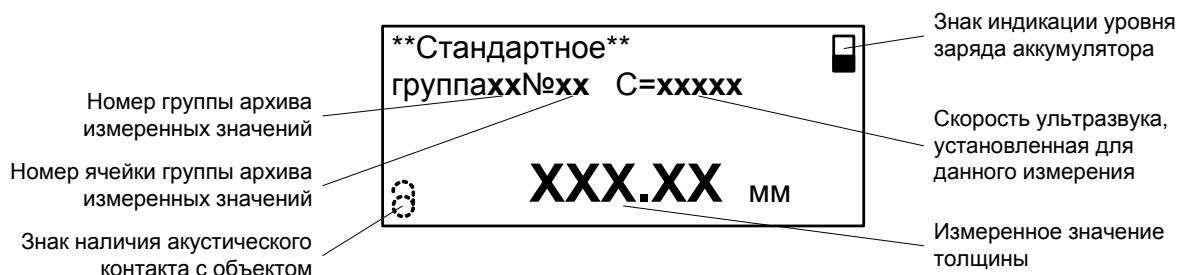

Рис. 4. Вид окна «Стандартное».
2.3.3.1. Вид окна индикации измерения и записи в архив значения толщины в подрежимах **Стандартное** и **Экспресс** приведен на рис.4.